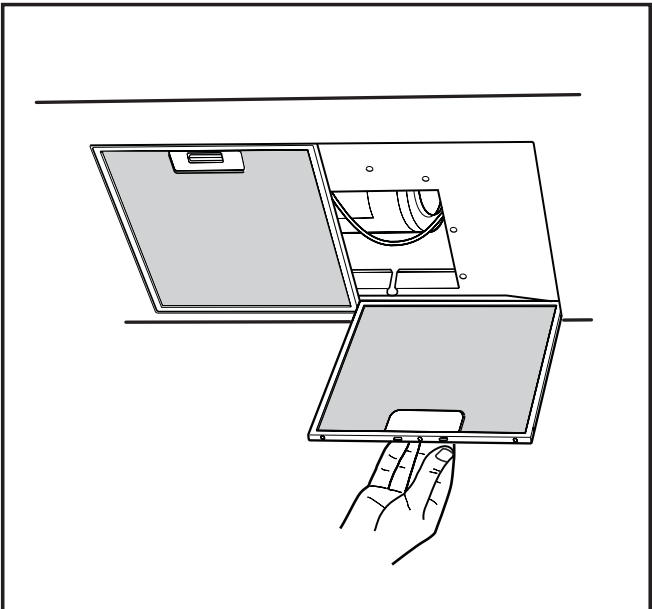

Fig.7
• Der Mindestabstand zwischen der Stellfläche für die Kochbehälter auf der Kochvorrichtung und dem unteren Teil der Abzugshaube muss mindestens 65 cm betragen. Falls ein Verbindungsrohr verwendet wird, das aus zwei oder mehr Teilen zusammengesetzt ist, muss der obere Teil über den unteren gestülpt werden. Auf keinen Fall darf das Abluftrohr der Küchenhaube an ein Rohr angeschlossen werden, in dem Warmluft zirkuliert oder das zur Entlüftung von Geräten verwendet wird, die an eine andere Energiequelle als an Strom angeschlossen sind. Vor der Durchführung der Montagevorgänge, den/die Fettfilter entfernen, damit sich das Gerät leichter handhaben läßt (Abb.7). Sollte das Gerät mit Abzugsvorrichtung montiert werden, bereiten Sie eine Luftabzugsöffnung vor.